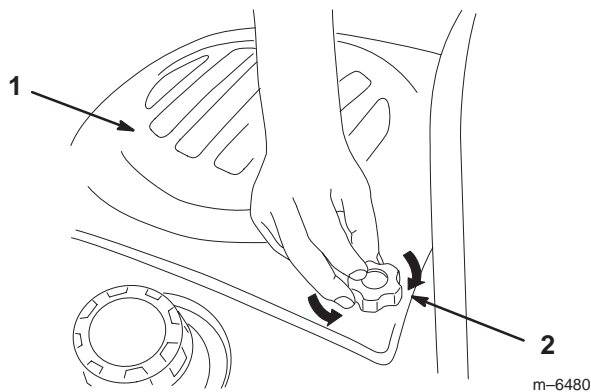

Bild 16
1. Lockern Sie zum Abnehmen der Haube die Einstellschrauben und ziehen Sie die Haube dann nach hinten und nach oben (Bild 16).
3. Ziehen Sie die Einstellschrauben fest (Bild 16).